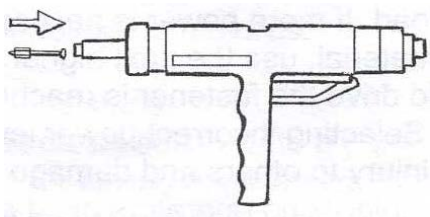

Рис.5
7.1. Держа пистолет горизонтально, вставьте дюбель-гвоздь в направляющую крепежа (см. рис.5).